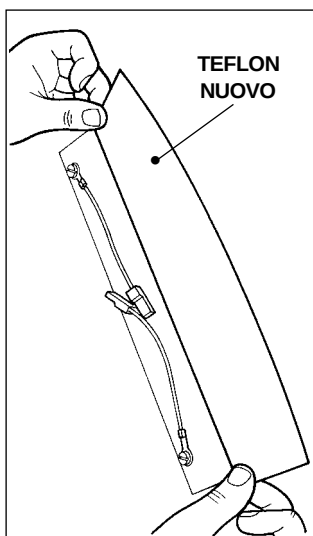
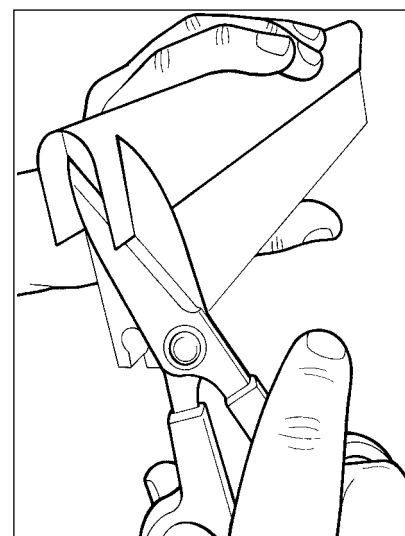

Fig. 4
Fig. 5
- 5) Inserire il cappuccio di protezione (C) nel foro centrale come indicato in (Fig. 4).
- 6) Con un panno morbido imbevuto di una soluzione detergente e/o disinfettante, pulire il fondo e le superfici laterali della camera a vuoto (Fig. 5); ultimata la pulizia, per il rimontaggio seguire l'ordine inverso.
- 4) Applicare il nastro nuovo (Fig. 4) tagliando la parte eccedente ai due capi (Fig. 5).